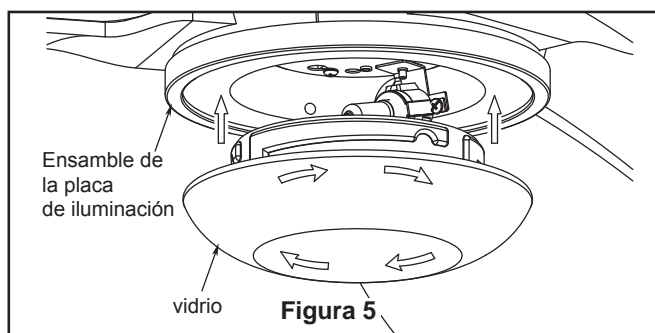

Figura 5
4. Introduzca la unidad del motor en la unidad del soporte del techo tal y como se muestra en la ilustración. (Figura 5) Ahora puede continuar con las instrucciones para realizar la instalación eléctrica de su ventilador.
### 5. Asegure el vidrio en la unidad de la placa de luz girándolo en el sentido de las agujas del reloj y sin apretar demasiado. (Figura 5)